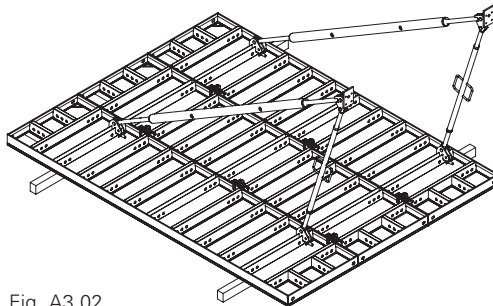

Fig. A3.02
2. Montar los estabilizadores según el ancho de influencia a aplicar. (Fig. A3.02)